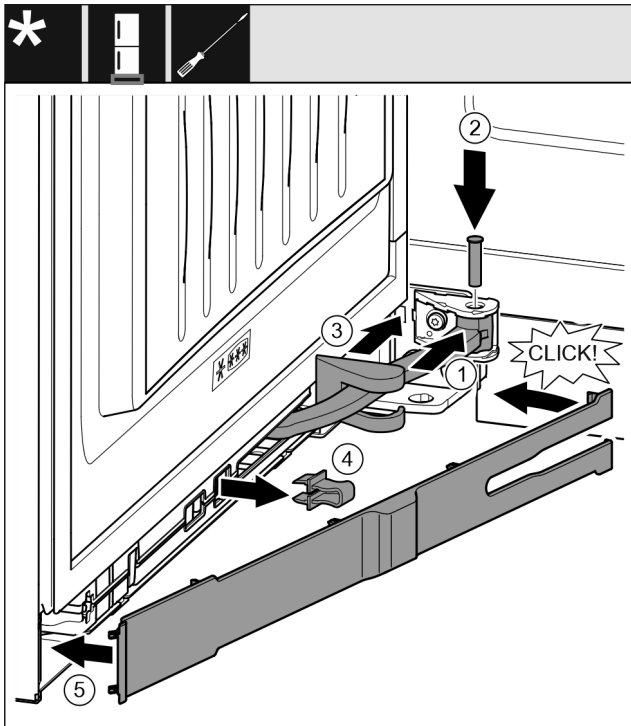

Fig. 69
- ▶ Forgassa a felfüggesztésbe a csuklót Fig. 69 (1).
- ▶ Helyezze a felfüggesztésbe és a csuklóba a csapszeget Fig. 69 (2) egy csavarhúzóval. Közben ügyeljen arra, hogy a reteszelő bütyök megfelelően illeszkedjen a horonyba.
- ▶ Tolja el a csapágybak fedelét Fig. 69 (3) a csukló mentén, és szerelje a felfüggesztés fölé.
- ▶ Vegye le a biztosítékot Fig. 69 (4).
- ▶ Helyezze fel a takarólemezt Fig. 69 (5), a fogantyú felőli oldalon és fordítsa be.